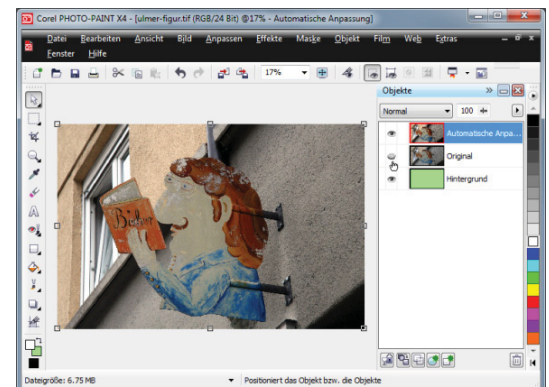

Abb. 10-71: Tonwertkorrektur
Datei Digitalfoto 1: *ULMER-FIGUR.JPG* (Abb. 10-71), 2544 x 1696px, Farbtiefe 24 bit RGB
- Objekt aus Hintergrund erstellen ► Ebene *Objekt 1* in *Original* umbenennen ► Neue Hintergrundebene erstellen (Abb. 10-71), HG-FARBE = *GRÜN* (die Farbe sollte so gewählt werden, daß sie sich gut von der freizustellenden Figur abhebt).
Dateien: Digitalfoto 1: *ulmer-figur.jpg* mit 2544 x 1696px (Abb. 10-71), Digitalfoto 2: *bamberg.jpg* mit 3504 x 2336px